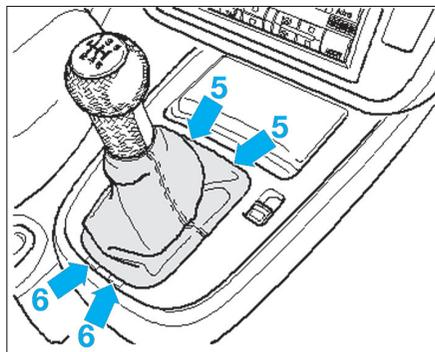

Fig. 38
- Dégager avec précaution le cache de la console centrale en faisant levier en (5) et (6) (Fig.38).